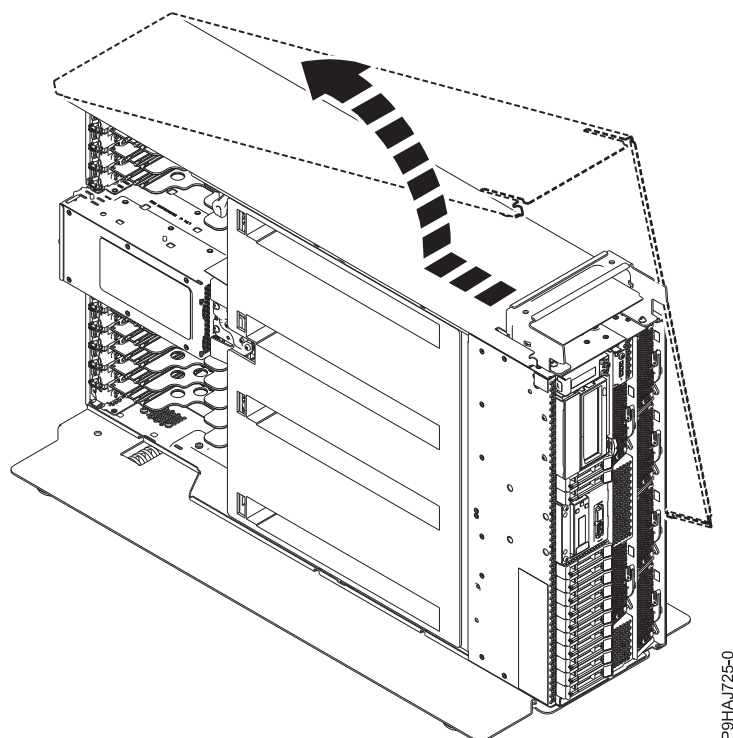

Figura 21. Extracción de la cubierta lateral
6. Deslice la cubierta lateral sacándola del sistema en la dirección que se muestra en la Figura 21.